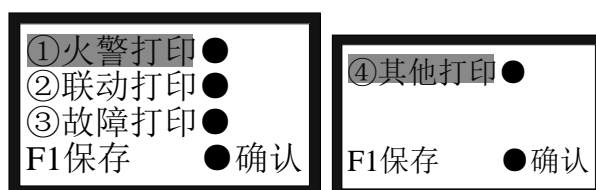

图 4-22
按下数字 2 键或光标移至 2 后按回车键, 可进入打印设置界面(图 4-22)。进入本界面后, 在打印设置中有①火警②联动③故障④其他。打了“●”表示要打印, 按“▲”、“▼”键移动, 按“确认”键选上。选完后按“F1”保存。